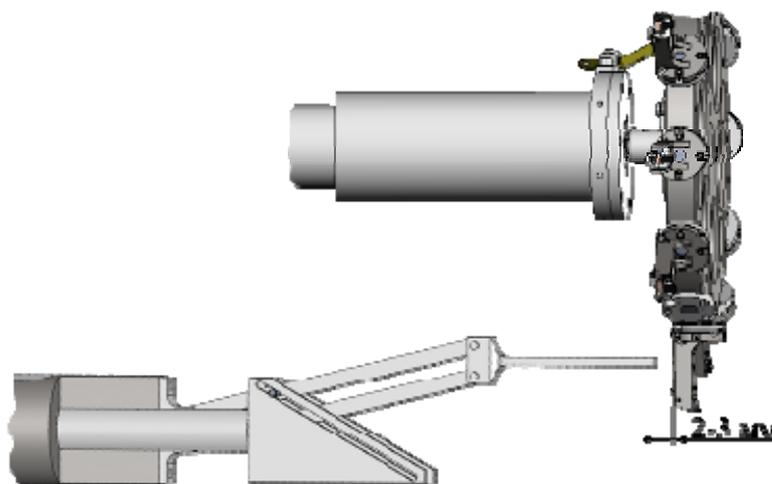

Рис. 5-15
- Управляя перемещением манипулятора в горизонтальном направлении (кнопками панели **Manipulator**), переместите его так, чтобы кронштейн оказался на расстоянии 2÷3 мм от края зондовой головки (Рис. 5-15).